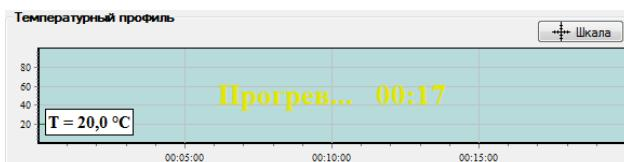

Рис.51 Сообщение об оставшемся времени прогрева
**Внимание!** Если Вы нажали кнопку Запуск программы в процессе прогрева прибора (желтый индикатор **Прибор ВКЛЮЧЕН** в статусной строке), в окне **Температурный профиль** будет выведено мигающее сообщение о продолжении прогрева прибора (Рис.51).